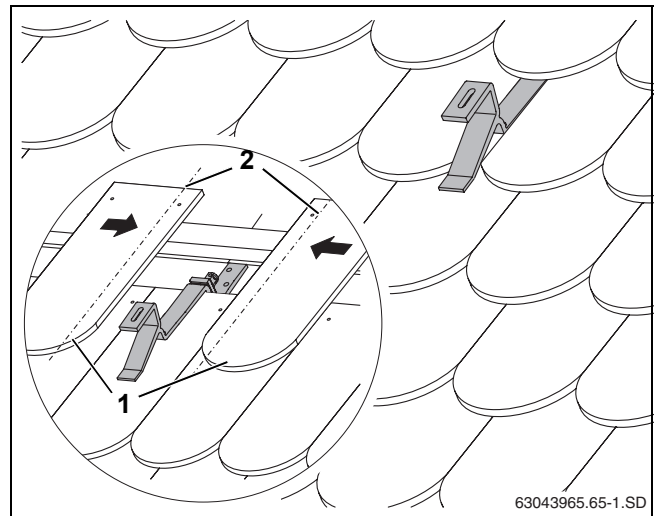

Fig. 19 Cârlig pe acoperiș învelit
- ▶ Secționați țiglele-solz existente (Fig. 19, [1]) (linia punctată, Fig. 19, [2]).